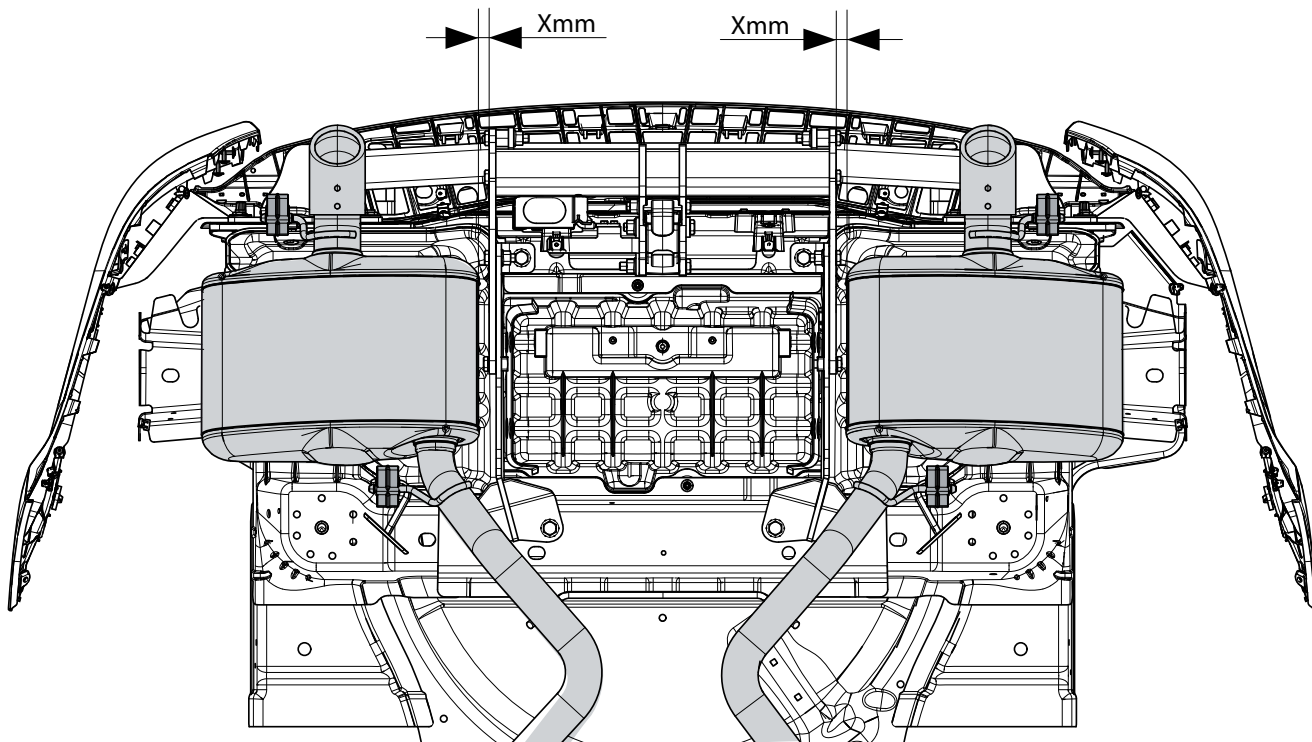

Fig. 6
13. Установите двойную выпускную систему по центру. См. рисунок 6.